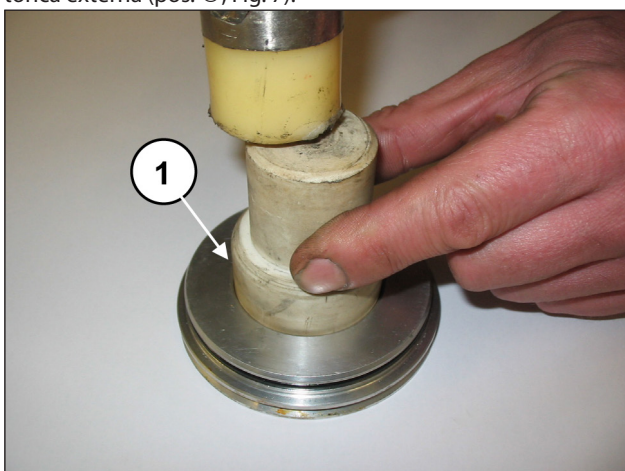
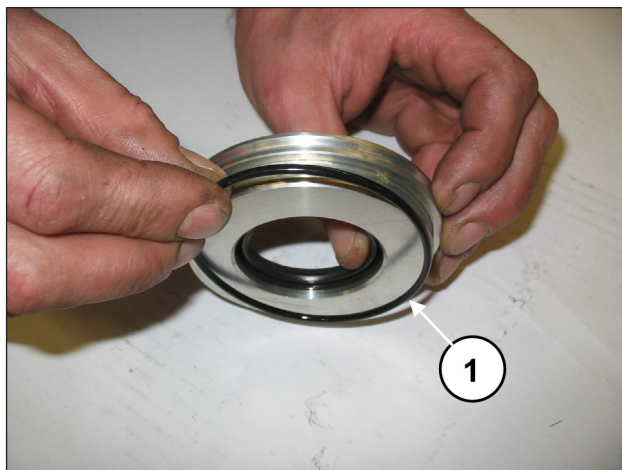

Fig. 6
Fig. 7
Extraer la anilla de retención radial (pos. ①, Fig. 6) y la junta tórica externa (pos. ①, Fig. 7).